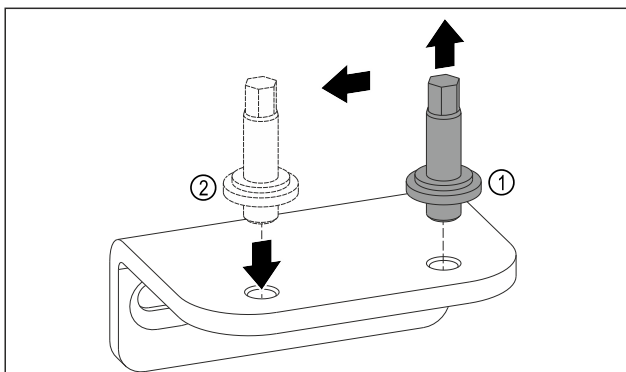

Fig. 20
- ▶ Bolzen des unteren Lagerbocks mit Außensechskantschlüssel SW5 herausdrehen. Fig. 20 (1)
- ▶ Bolzen auf der Gegenseite einsetzen. Fig. 20 (2)